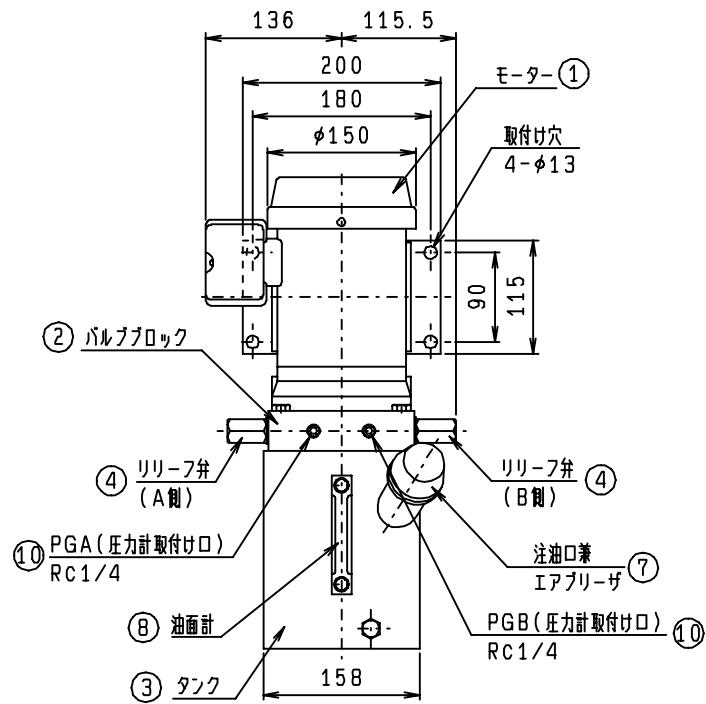

図2 正面図
5. 各部の機能 (図 2, 3, 4 参照)
- ①モーター・・・・・・全閉外扇形連続定格の三相誘導モーターです。結線は、端子箱内端子台に確実にビス止めして下さい。三線のうち二線の入れ換えにより逆転し吐出ポートが切り換わります。
- ②バルブブロック・・・・本機の中心的役割をはたすもので、全バルブが内蔵されています。圧力計取付ポート以外の六角穴付プラグは外さないで下さい。
- ③タンク・・・・・・バルブブロックに4本のボルトで取り付けられています。最高4 Lの油圧油が入ります。
- ④リリーフ弁・・・・油圧回路内の最高圧力を規制するための弁で、Aポート用、Bポート用に別れています。出荷時定格圧力に設定してありますが、定められた範囲で調整が可能です。
- ⑤A, Bポート・・・・アクチュエータに接続される油の吐出口です。サイズはA, BポートともR c 1 / 4です。Bポートにパイロットチェック弁が付いています。接続ミスをししないで下さい。
- ⑥Rポート・・・・油の戻り口です。サイズはR c 1 / 4です。通常、六角穴付きプラグでシールしてあります。
- ⑦注油口兼・・・・注油の際、フタを90°回転させるだけで簡単に取り外しができます。エアブリーザー 使用中は必ずフタをし異物の侵入を防止して下さい。エアブリーザーを兼用します。
- ⑧油面計・・・・・・タンク内の油面高さを確認すると同時に油の汚れを見るのにお役立て下さい。H、Lレベルの油量差は1.4 Lです。
- ⑨ドレンプラグ・・・・M12の六角ボルトでシールワッシャーによりシールされています。油圧油を抜き取る時に使用します。
- ⑩圧力計取付口・・・・Aポート及びBポートの圧力検出のためのR c 1 / 4のネジ穴です。通常、六角穴付きプラグでシールしてあります。
- (1) タンク内に作動油は入っていません。使用の前に注油口兼エアブリーザー (図2参照) のキャップを外して注油して下さい。
- (2) 作動油は清浄な石油系作動油で粘度グレードが I S O V G # 3 2 ~ # 6 8 のものを使用して下さい。
- (1) 回路内の圧力確認のために、圧力計を取り付けることをお奨めします。
- (2) 本機には圧力計取付けのためのポートが図2に示すように2ヶ所あります。1ヶ所はAポート用で、他方はBポート用です。サイズはR c 1/4です。
- (3) 両方のポートで圧力が発生する用途では両方のポートに、一方のみに圧力が発生する時は一方に圧力計を取り付けて下さい。
- (4) 圧力計取付けポートにチェック弁付きカップラーを取付け、必要時のみ圧力測定を行うようにすれば、圧力計の数量も少数で、しかも圧力計の耐用年数も延ばすことができます。
(図2参照)
- (1) 吐出ポートを切り換える際、モーターの急激な正逆転は避けて下さい。回転方向切り換え時0.5秒以上の休止時間を設けて下さい。
- (2) 電源には必ずブレーカーを組み込んで下さい。モーター焼損の恐れがあります。
- (3) 電源コードの上に重いものを絶対のせないで下さい。火災や感電の原因になります。
- (4) 静電防止及び感電防止のために、端子箱又は、モーターベースにあるアース端子にアース線を接続して下さい。
- (5) リリーフ弁は定格圧力以上に設定できるようになっていますが、モーター及びポンプの寿命、油温上昇の上から、定格圧力内で使用して下さい。
- (6) 使用条件により、かなり油温が上昇することがあります。特にリリーフ弁の長時間作動や流量制御は発熱の原因となります。できるだけ60℃以下の油温でご使用下さい。この油温を越える時は、運転条件を楽にするか補助タンクを別に取り付けるようにして下さい。
- (7) バルブブロック(図2)には数ヶ所、六角穴付きプラグ(詰栓)がありますが、圧力計取付けポート以外は、運転中又は、停止時においても絶対にゆるめないで下さい。本機の機能を損なうことがあります。